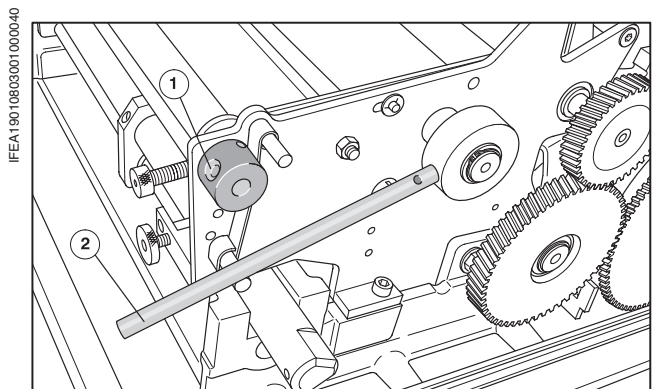

Рис. 22 Подвод/отвод передаточного валика
- ❶ Вставить гаечный ключ через прорезь в защитном ограждении красочного аппарата на стороне обслуживания в отверстие вала (Рис. 22/❶).
- ❷ Повернуть вал гаечным ключом, чтобы подвести или отвести передаточный валик. **Поворот вверх:** передаточный валик отведен; **поворот вниз:** передаточный валик подведен.